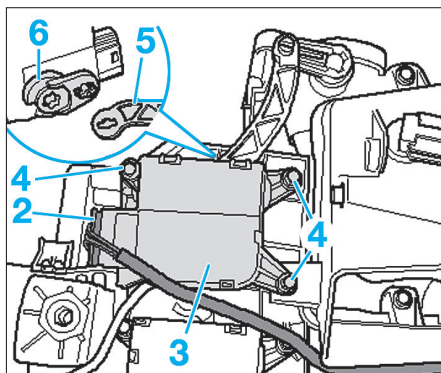

Fig. 26
- Repérer le connecteur électrique (2) du servomoteur (3) et le débrancher (Fig.26).
- Déposer les vis (4) du servomoteur.
- Détacher la tringle (5) du levier (6) du servomoteur.